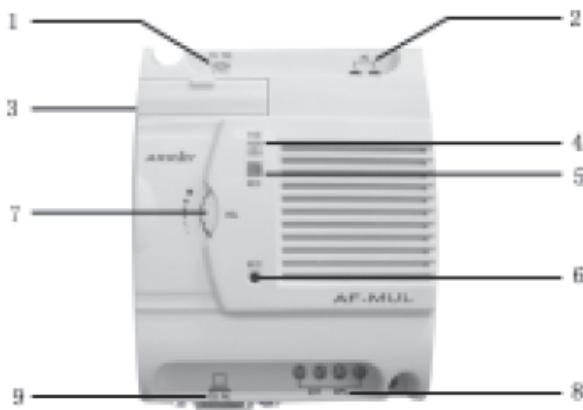

Рис. 6.1 Вид речевого модуля AF-MUL
- Замкните на одну секунду ключ k3. На AF-MUL загорится индикатор красного цвета, показывающий режим записи (рис. 6.1, поз. 5). Произнесите сообщение: "Пожалуйста, введите пароль" в микрофон MIC (рис.6.1, поз 6).
7. Замкните ключ k3 на одну секунду. Зажгется индикатор красного цвета, показывающий режим записи (рис. 6.1, поз. 5).
8. Произнесите ваше сообщение: "Пароль правильный. Пожалуйста, введите команду управления" в микрофон MIC (рис.6.1, поз 6).